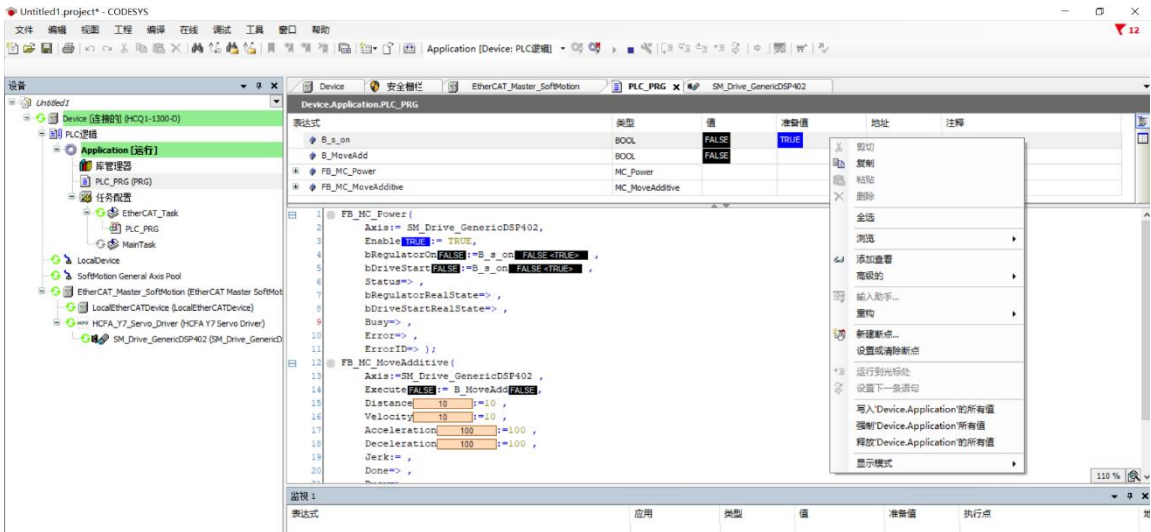

图 13-20 电机使能
2. 请在绝对安全情况下，鼠标左击①处，出现 TRUE 以后，右击选择【写入 'Device.Application' 的所有值】如图 13-20 所示，此时电机使能。